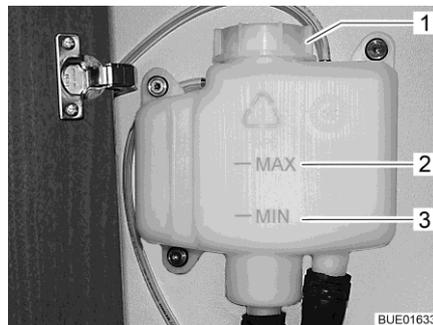

Fig. 186 Vase d'expansion sans cache
- Contrôler si le liquide se trouve entre les marques "MIN" (Fig. 186,3) et "MAX" (Fig. 186,2) sur le vase d'expansion (Fig. 186).
- Ouvrir le bouchon du vase d'expansion (Fig. 186,1).